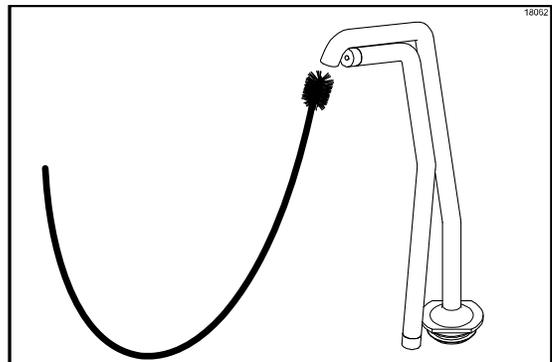

Figura 81
2. Introduzca el cepillo negro blindado por la punta del tubo de descarga. Mueva el cepillo hacia delante y hacia atrás para restregar la punta del tubo de descarga. (Vea la figura 81).